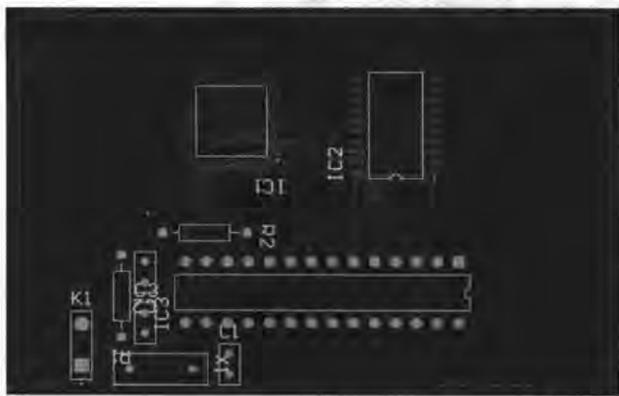

图 9-24 锁定关键元器件的自动布局
- [8] 单击 按钮后，系统启动自动布局器，开始自动布局。结果如图 9-24 所示。
本例中，将对图 9-24 所示的自动布局结果进一步进行手工调整。